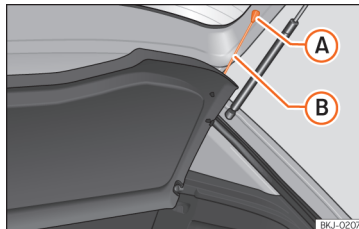

Fig. 112 Na bagageira: desmontar e montar a chapeleira.
- Desengate os tirantes de fixação »» Fig. 112 (B) dos alojamentos (A).
- Engate os tirantes de fixação »» Fig. 112 (B)